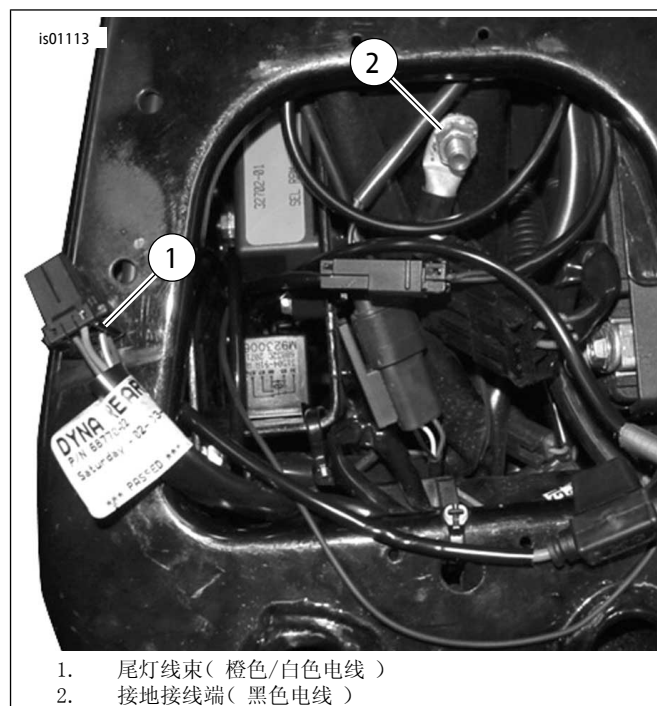

图1. 电源和接地连接(戴纳车型)
3. 参见图1。剪切Zumo线束的黑色导线以方便连接至接地位置。遵循维修手册附录中的Packard压接工具说明将环形接线端压接至导线端。
2. 参见图1。小心地在容易够及的位置将侧盖内的主线束包裹切开一个区域。剪断一条橙色/白色主线束电源引线。